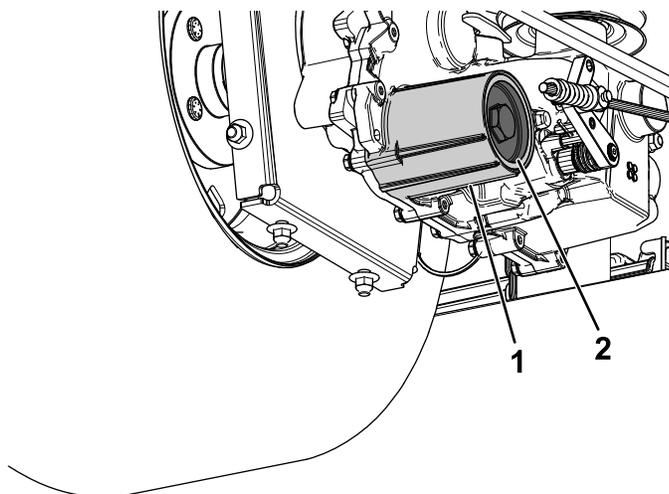

Рисунок 73
7. Снимите крышку фильтра гидравлической жидкости с коробки передач, чтобы слить рабочую жидкость (Рисунок 73).